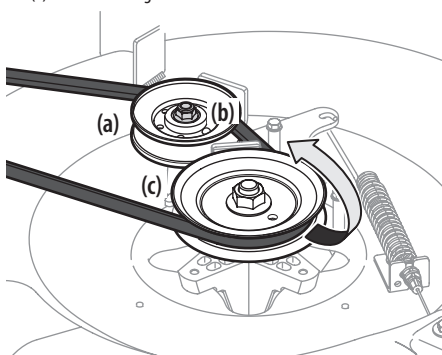

Figura 35
- Afloje la polea loca (plataformas de 24" solamente) (a) para lo cual debe aflojar la tuerca de seguridad con brida (b) que la sujeta, lo suficiente para que quede una holgura para que pase la correa hacia afuera. Extraiga la correa sacándola de la polea de transmisión de la plataforma (c) y de la polea loca (a). Consulte la Figura 35.